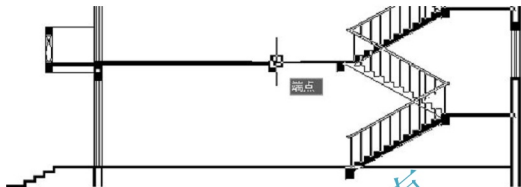
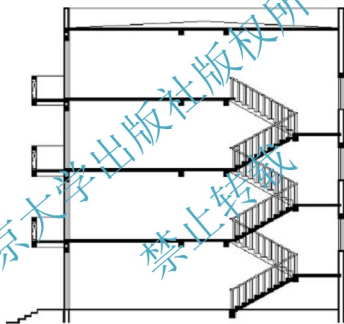

图 4.118 指定插入点
图 4.119 复制生成楼梯
(4) 执行菜单栏中的【窗口】|【1:100 剖面图.dwg】命令,将“1:100 剖面图”文件设置为当前文件。
(5) 执行菜单栏中的【编辑】|【粘贴】命令(组合键 Ctrl+C), 在指定插入点: 提示下, 捕捉如图 4.118 所示处, 这样就将楼梯跨文件复制到“1:100 剖面图”中, 结果如图 4.119 所示。